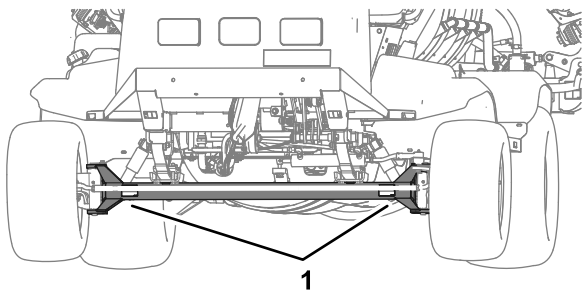
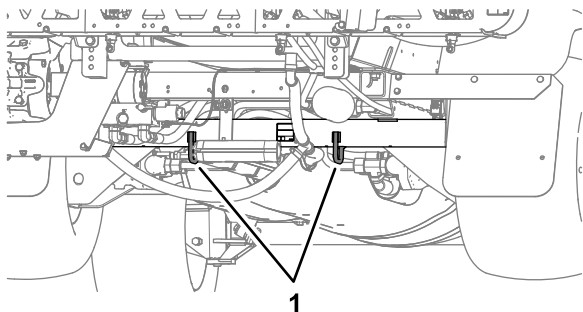

Figura 55
Figura 56
- Legate in modo sicuro la macchina al veicolo di trasporto; Figura 55 e Figura 56 illustrano i punti di ancoraggio della macchina.